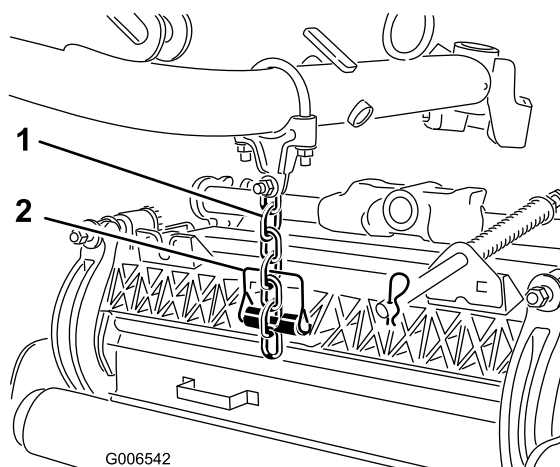

Bild 15
8. Befestigen Sie die Hubarmkette mit dem Einraststift an der Kettenhalterung der Schneideinheit (Bild 15).